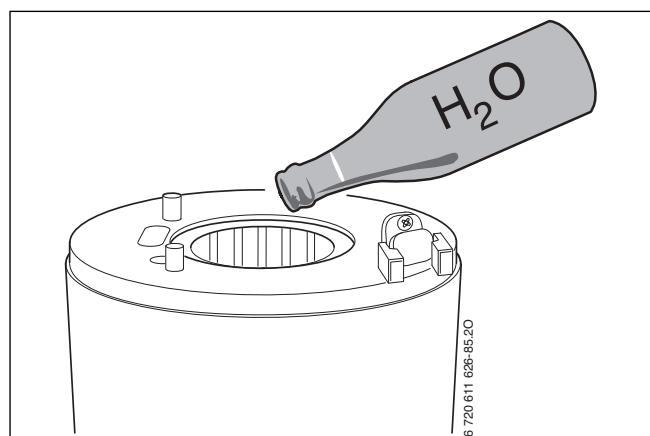

Fig. 46 Clătirea schimbatorului de căldură cu apă
- ▶ Demontarea dispozitivului de amestecare (\rightarrow Fig. 46).